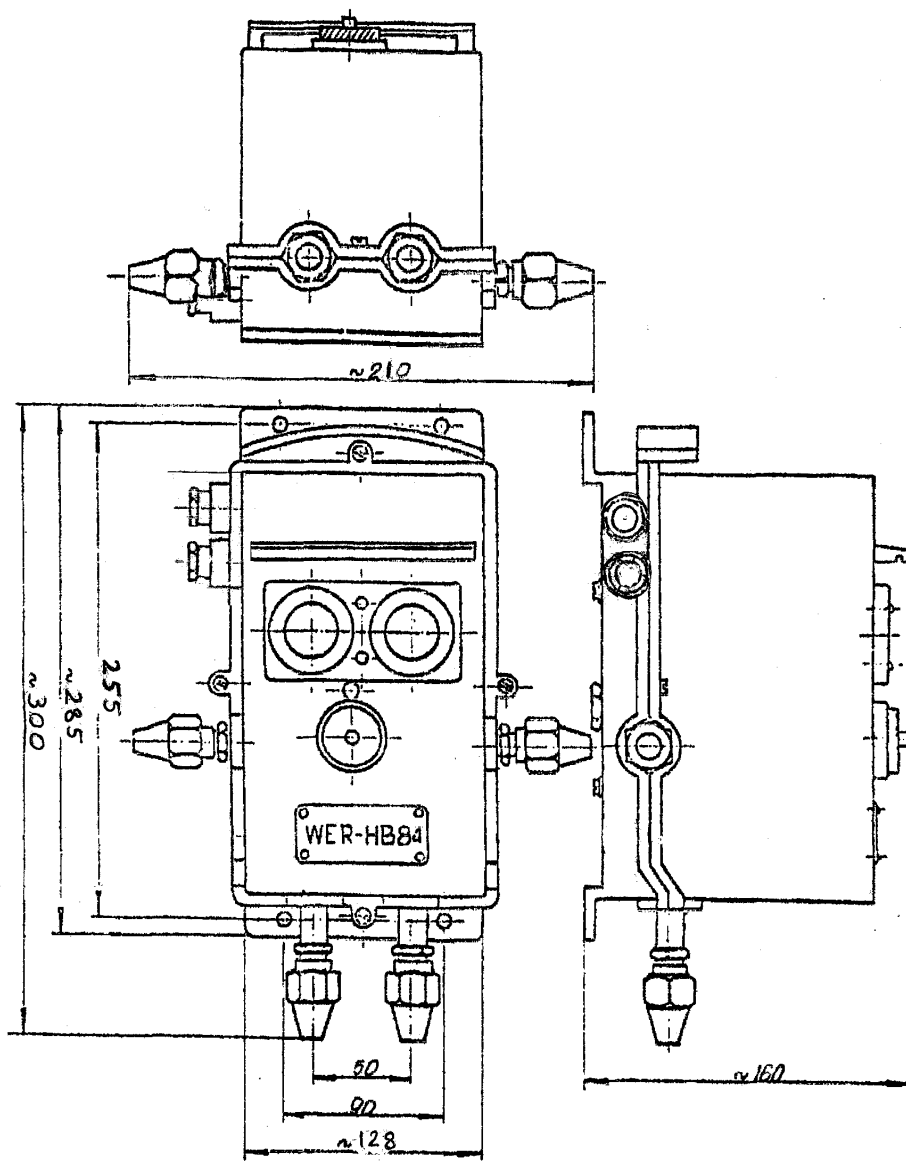

Rys. 3
**Budowa i zasada działania:** Elektrozawór WER HB 84 składa się z bloku pneumatycznego zawierającego elementy sterujące przepływem sprężonego powietrza, elektromagnesów uruchamiających po przez elementy dźwigniowe elementy sterujące bloku pneumatycznego oraz układu elektromechanicznej blokady zabezpieczającej urządzenie przed przypadkowym załączeniem. Blok pneumatyczny (RYS. 1) posiada dwa niezależne układy sterowania przepływem sprężonego powietrza. Połączone wewnętrznie króćce A i B służą do doprowadzenia sprężonego powietrza. Króćce C i D są przeznaczone do przyłączenia obu komór napędu. Wciśnięcie główki zaworka Z umożliwia przepływ sprężonego powietrza z układu zasilania odpowiednio do jednej z komór napędu. Zwolnienie główki powoduje odpowietrzenie danej komory poprzez odpowietrznik umieszczony w podstawie elektrozaworu. Wciśnięcie główki zaworka i zasterowanie przepływem powietrza może nastąpić dopiero po zwolnieniu blokady. Układ blokady składa się z rygla blokującego system dźwigni, sprzęgniętego z nim przełącznika P znajdującego się w obwodzie zasilania elektromagnesów głównych E1 i E2 (Rys. 2, Rys. 3, Rys. 4, Rys. 5) oraz elektromagnesu rygla E3 służącego do zdalnego sterowania układem. Przyłączenie napięcia do cewki elektromagnesu rygla E3 powoduje podniesienie rygla zwalniającego blokadę układu dźwigni oraz zwarcie styków 3-4 przełącznika P (cewka elektromagnesu blokady zasilana jest poprzez rezystor R w celu zmniejszenia poboru prądu). Od tej chwili zwarcie styków łączników Ł1 lub Ł2 powoduje przyłączenie napięcia do cewek elektromagnesów głównych E1 lub E2 i zasterowanie przepływem powietrza w żądanym obwodzie. Przy zdalnie (elektrycznie) zwolnionej blokadzie można również sterować przepływem sprężonego powietrza ręcznie, wciskając sprzęgnięte z układem dźwigni przyciski (zielony-załączający, czerwony-wyłączający). W uzasadnionych przypadkach można również zwolnić blokadę mechaniczną ręcznie poprzez wciśnięcie metalowego przycisku, dostępnego po odkręceniu czarnego korka w pokrywie obudowy.
**Instalacja i użytkowanie:** Elektrozawór należy przymocować w położeniu pionowym do elementów konstrukcyjnych szafy, 4-ma śrubami M8. Przewody powietrzne winny być wykonane rurkami  $\Phi 10 \times 1$ . Po nałożeniu na końce rurek nakrętek króćców należy ich wyloty stożkowo rozszerzyć. Przed skręceniem rurek z króćcami elektrozaworu należy przedmuchać je sprężonym powietrzem upewniając się, że w przewodach zasilających nie ma żadnych zanieczyszczeń. Jednym doprowadzeniem sprężonego powietrza można zasiląć kilka elektrozaworów łącząc je szeregowo króćcami A-B. W przypadku przyłączenia tylko jednego elektrozaworu, na drugi króciec zasilający należy nakręcić zaślepioną nakrętkę. (zaśleпка montowana fabrycznie w nakrętce króćca A, (Rys. 1) Instalację elektryczną należy wykonać przewodem  $1,5 \text{ mm}^2$ , wprowadzając je do wnętrza elektrozaworu poprzez dwa dławiki umieszczone w podstawie obudowy. Połączenia elektryczne winny być wykonane zgodnie ze schematem (Rys. 2, Rys. 3, Rys. 4, Rys. 5 – w zależności od wersji – patrz Tab. 2). Uwaga: podłączenie odwrotnej polaryzacji napięcia (model WER HB 84/1 D oraz WER HB 84/2 D) uszkodzi elektrozawór. Rezystor (model WER HB 84/1 oraz WER HB 84/1D) należy zamocować do elementów konstrukcyjnych szafy w pobliżu elektrozaworu. Uwaga: podczas pracy elektrozaworu na zaciskach rezystora występuje napięcie zasilające. Ze względu na duży prąd wsteczny cewek, układ sterowania powinien być wyposażony w styki o dużej mocy i szerokim rozwarciu (ze względu na możliwość ciągnięcia łuku).